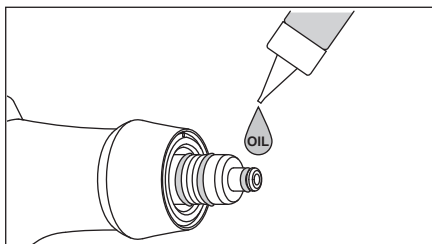

Fig. 21
- 1) Asciugare l'O-ring nel serbatoio della polvere e la sezione dell'anello di regolazione, applicare una goccia dell'olio per turbina in dotazione e passarlo all'interno con un dito ecc. (Fig. 21, 22)